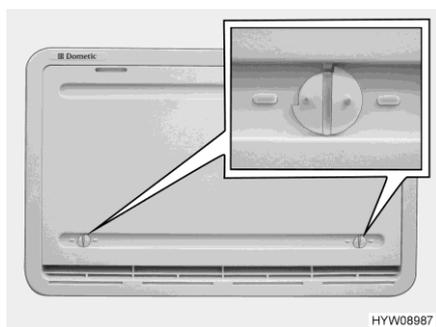

Fig. 239 Protection hivernale
Quand le réfrigérateur doit être utilisé à basses températures extérieures, le fabricant recommande d'employer une protection hivernale (Fig. 239) pour ses grilles d'aération du réfrigérateur.
- Ouvrir les deux dispositifs de verrouillage (Fig. 239) (la rainure est à l'horizontale).